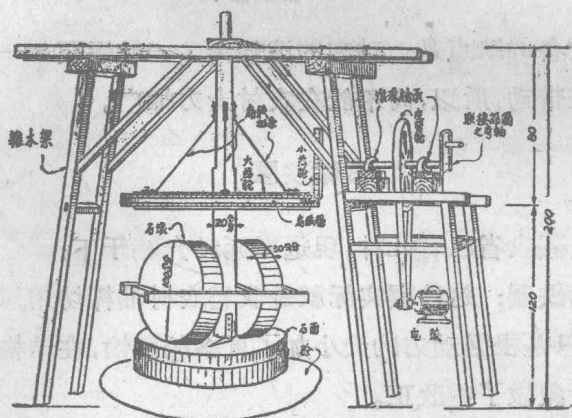
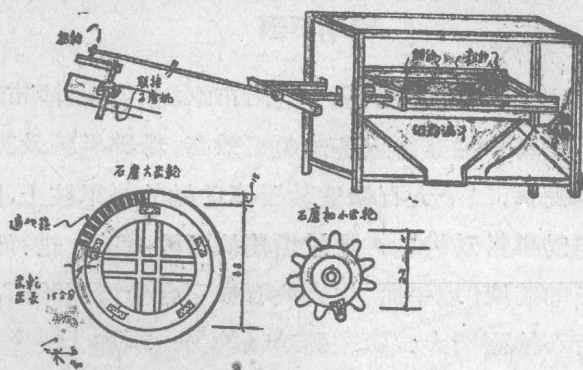

图8 电动石碾粉碎机示意图
图 10 篩灰器
电动石碾(图8、9)首创于益阳市水泥厂与长沙市新生水泥厂。这种设备的主要特点是: ①工效高, 粉碎生料最高达 20 吨; ②结构简单, 二个大石轮安装于传动轴的将军柱上, 随着柱的中心由电动机带动齿轮, 通过齿轮使石轮转动, 进行粉碎工作。受碾压的基座(地平面)用大块石或三合土混泥地面, 受压面积较一般石轮碾槽大; ③在转动轴的另一端加上一个筛灰器(图10), 能自动筛灰, 粗料立即回碾, 节省了劳动力。